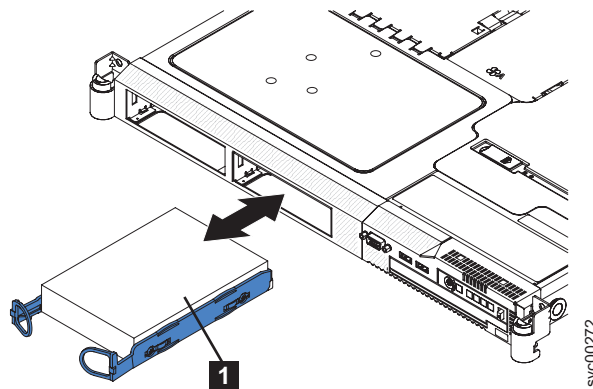

図 119. SAN ボリューム・コントローラー 2145-8G4 からの SATA ディスク・ドライブの取り外し
4. ドライブ・トレイ (図 119 に示す) の各ループをお互いの方向に引っ張って、ベイからこのトレイを引き出します。